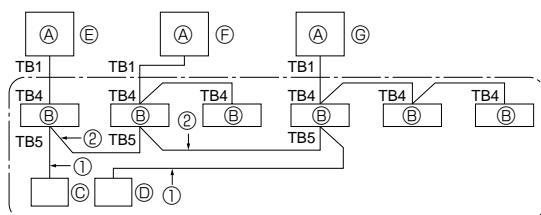

Fig. 10-1
- ① Elektrik verin (devre kesici).
- ② Gaz vanası kapatıldıktan sonra, dış ünitenin kontrol panosu üzerindeki SWP düğmesini ON konumuna getirin. Kompresör (dış ünitesi) ve vantilatörler (iç ve dış üniteler) çalışmaya başlar ve soğutucu çekme işlemine başlanır. Dış ünitenin kontrol panosu üzerinde bulunan LED1 ve LED2 yanar.
10. Sistem kontrolü (Fig. 10-1)
⑤ SW 1 - 3 ~ 6	ON		④ Dış ünite